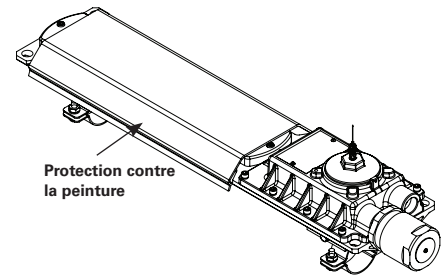

Figure 14
- Placer la protection au-dessus de la surface lumineuse, la partie concave vers le luminaire (voir la figure 14).